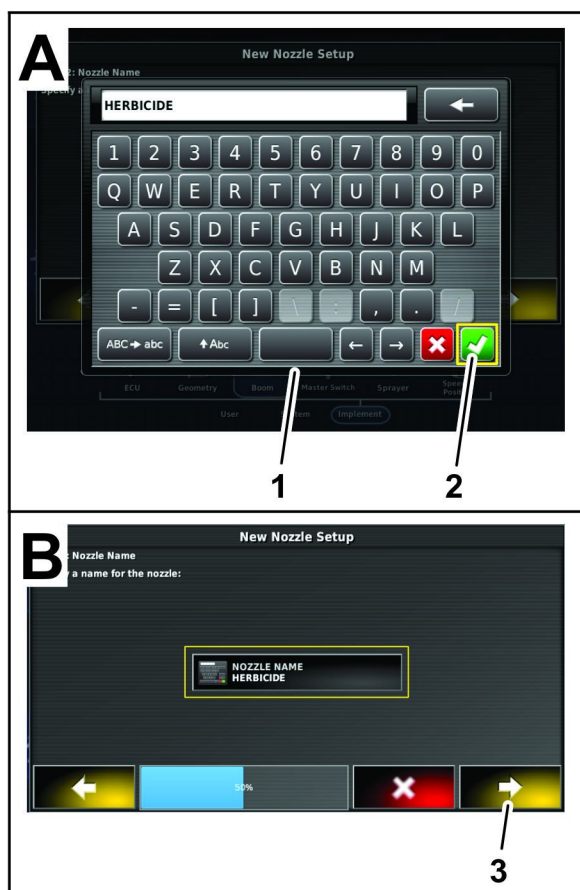

Figura 79
- 7. Introduza o nome do bico com o teclado do visor e pressione o ícone de Confirmar (Figura 79).
8. Na caixa de diálogo de configuração de novo bico, passo 2, pressione o ícone de Confirmar (Figura 79).
9. Na caixa de diálogo de configuração de novo bico, passo 3, pressione o ícone de Confirmar (Figura 79).